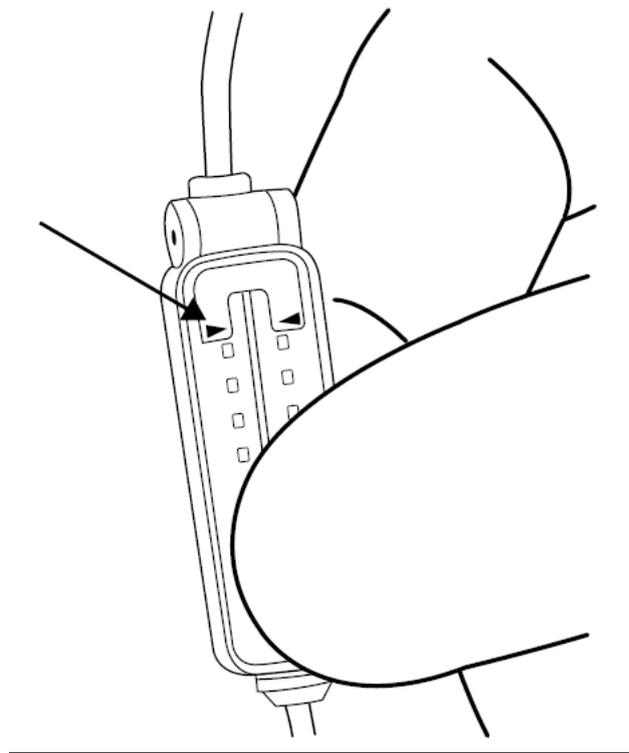

Figura 40. Alinear las flechas azules de la ranura del conector distal con la punta proximal de la extensión.
4. Alinee las dos flechas azules de la ranura del conector distal con la punta proximal de la extensión para confirmar que el cable para prueba de extensión está completamente conectado a la extensión (Figura 40).